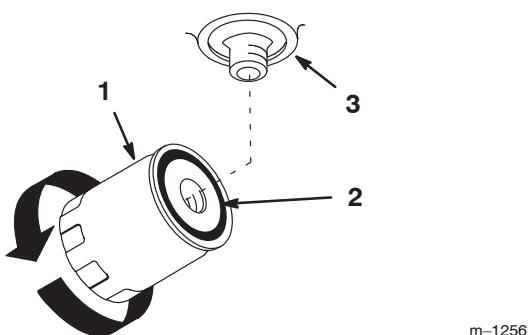

Figure 42
- Appliquez une fine couche de liquide hydraulique sur le joint en caoutchouc du filtre de rechange (Fig. 42).
- Tournez le filtre dans le sens horaire jusqu'à ce que le joint en caoutchouc touche l'adaptateur, puis donnez 1/2 tour supplémentaire (Fig. 42).